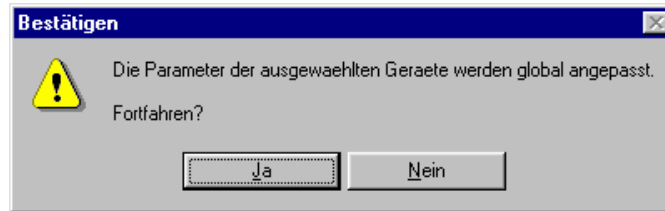

Bild 6: Bestätigungs-Dialog vor dem Ändern der ausgewählten Geräte
- Es erscheint ein Bestätigungs-Dialog (vgl. Bild 6). Durch Betätigen der Schaltfläche "Ja" wird der Anpassungsvorgang in der ETS-Datenbank weiter fortgesetzt. Eine Betätigung der Schaltfläche "Nein" geht in den Auswahldialog (Schritt 5) zurück.